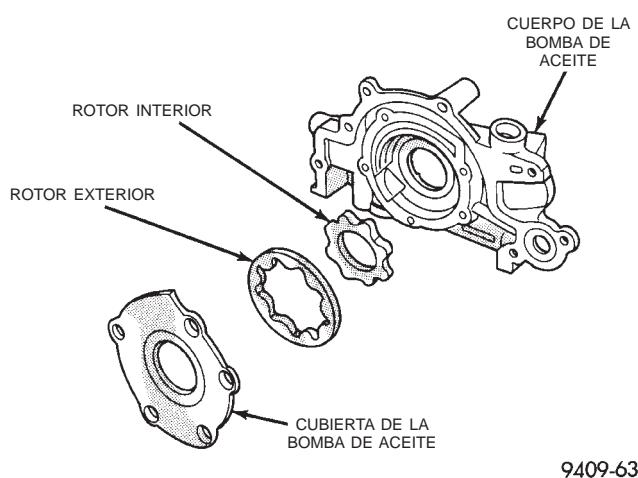

Fig. 111 Verificación de la superficie plana de la cubierta de la bomba de aceite
(1) Realice una limpieza profunda de todas las piezas. La superficie de contacto de la bomba de aceite debe ser lisa. Reemplace la cubierta de la bomba si ésta tiene raspaduras o acanaladuras.
(2) Coloque un escantillón sobre la superficie de la cubierta de la bomba (Fig. 111). Si se puede introducir un calibrador de espesor de 0,076 mm (0,003 pulgadas) entre la cubierta y el escantillón, debe reemplazarse la cubierta.